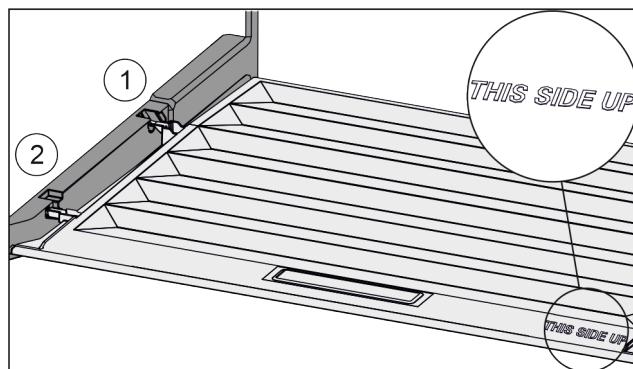

Fig. 127
- ▶ Ramiona pokrywy wprowadzić ponad otworem tylnego uchwyty Fig. 127 (1) i zazębnić z przodu w uchwycie Fig. 127 (2).